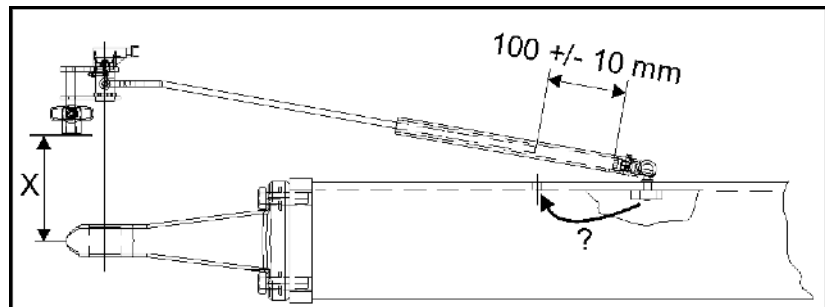

Fig. 118
- Avstanden mellom koblingspunktet og dreievinkelsensoren (Fig. 118/ X) må være så liten som mulig (spesielt i forbindelse med Hitch-trekkstang).